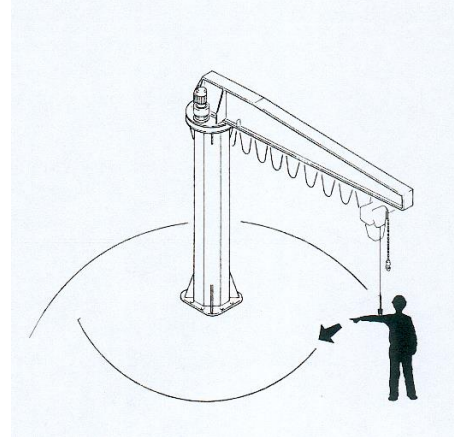

fig.12
- Vérifier l'adéquation des espaces de manœuvre (rotation) dont dispose la potence, en particulier si elle opère dans des zones où d'autres grues ou d'autres machines d'exploitation sont présentes. (fig.12) ;